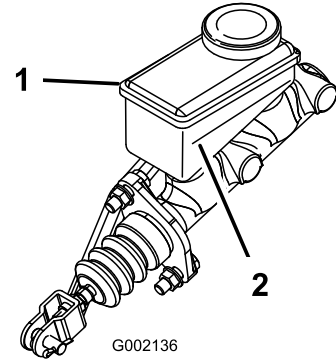

図 45
2. タンクの側面についているマークで、量を点検する **図 45**。
- B. 最低ラインより上まで DOT 3 ブレーキ液を補給する **図 45**。